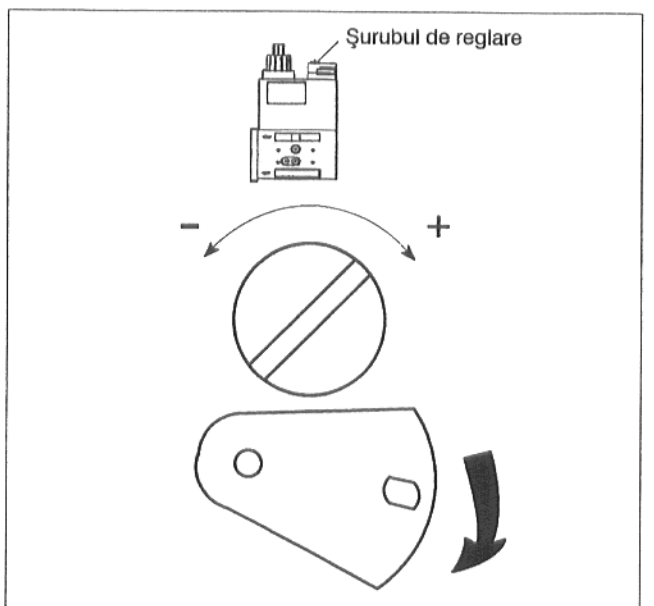

Fig. 12
- Capacul de plastic se va împinge la o parte și se vor roti cu ajutorul unei șurubelnițe spre stânga sau spre dreapta șuruburile de reglare aflate dedesubtul acesteia (Fig. 12).